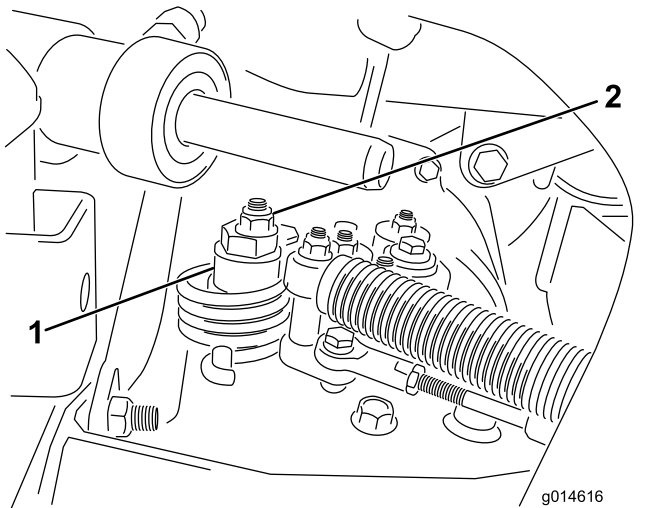

图31
- A. 松开将偏心螺栓固定到静液压泵顶部的螺母（图 31）。
- C. 旋转偏心螺栓，直到不再出现任何方向的缓慢前移。当轮子停止旋转时，旋紧螺母，锁定偏心螺栓和调整（图31）。将油门移至慢速和快速位置，验证调节情况。